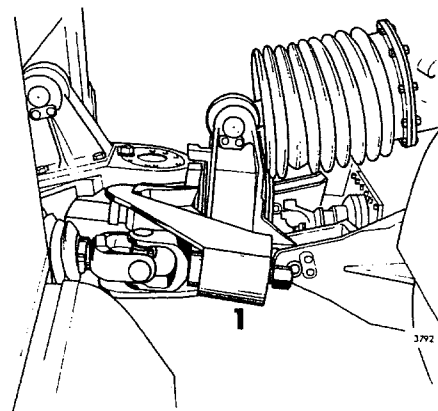

Fig 14-50. Losspressning av styrknut
1. Ta bort låsskruven och lossa fästskruven vid styrknutens bakre ände några varv. Pressa loss styrknuten från styrdonet, se fig 14-50. Lossa gummidamaskens slangklamman.
1. Ta bort låsskruven och lossa fästskruven vid styrknutens bakre ände 4-5 varv. Pressa loss bakre styrknuten från styrdonet, se fig 14-50. Lossa gummidamaskens slangklamman.